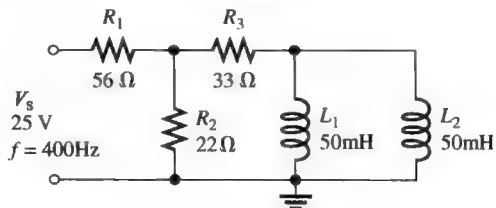

图 12-58
35. 求图 12-58 中电感两端的电压。
36. 试问图 12-58 中的电路是倾向于电阻性还是电感性？
37. 求图 12-58 中电路的总电流。